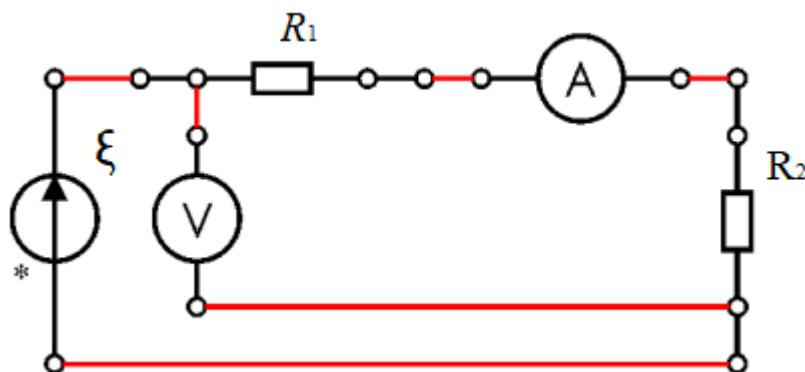

Рис. 8. Схема для проверки закона Ома для полной цепи.
2. Соберите схему на приборной панели как показано на рис. 8, используя резистивные сопротивления, мультиметры и соединительные провода. Сопротивление резисторов R_1 и R_2 , задаются ведущим преподавателем или сотрудником лаборатории. Не